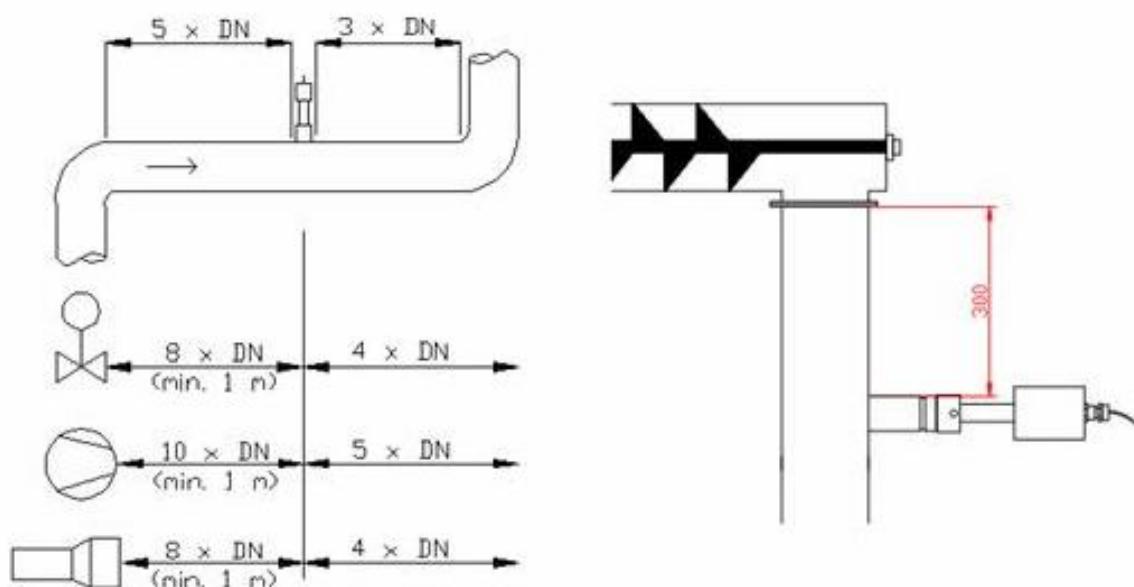

Рис. 4. Минимальное расстояние между сенсором, изгибами трубопровода и заслонками.
- Выдерживайте необходимое расстояние от сенсора до клапанов, изгибов, лопастей вентиляторов и пр., а также до других устройств, измеряющих температуру, давление и т.д. (см. рис. 4).